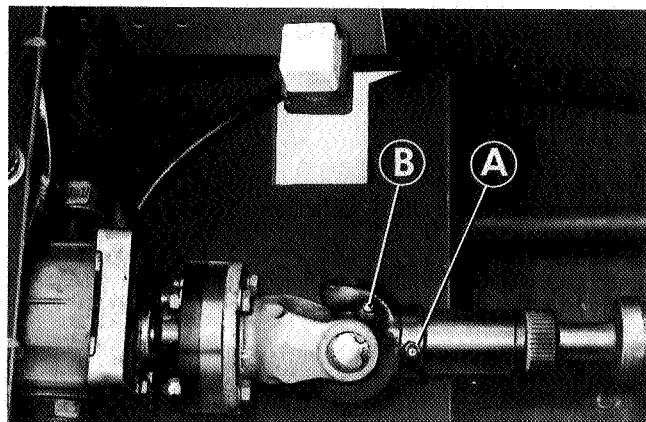

Abb. 58
P.T.O. BEARING (B Fig. 58)
ZAPFWELLENANTRIEBSLAGER (B Abb. 58)
ROULEMENT DE PRISE DE FORCE (B Fig.58)
LAGER VAN KRACHTAFNEMER (B Afb.58)